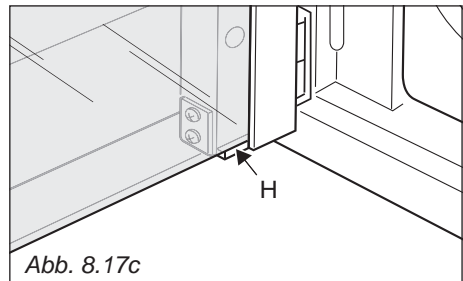

Abb. 8.17c
- Während eine Person die Tür festhält, sollte eine zweite Person die innere Glasscheibe in die Seitenführungen links "E" und rechts "F" einsetzen und diese langsam bis zur Halterung "H" gleiten lassen (Abb. 8.17c).